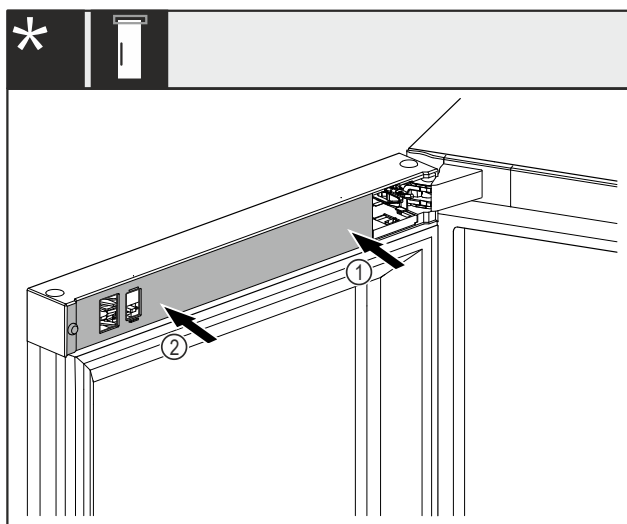

Fig. 47 *
- ▶ Установите крышку Fig. 47 (1) сначала на стороне опорного кронштейна и зафиксируйте ее.*
- ▶ Установите крышку Fig. 47 (2) на внешней стороне и зафиксируйте ее.*